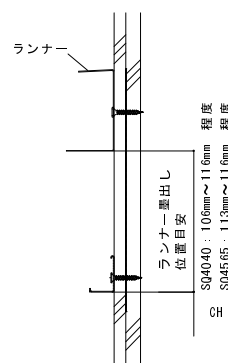

図2-4 ランナー墨出し位置目安
- ① ランナーの墨出し位置に沿ってランナーを設置する。(図 2-4 参照) ビスピッチは@600mm 以下とし、鉄板もしくはスタッドに確実に固定するものとする。ビスは鉄板もしくはスタッド貫通後に 10mm 程度以上の長さを確保できるものを選定する。